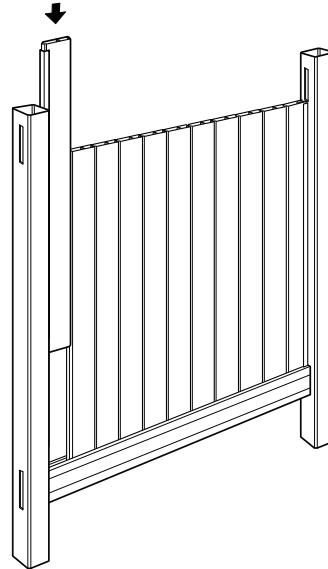

fig. 8
STEP 6 – Glissez le deuxième profilé en U sur le dernier piquet et centrez-le à la verticale. Installez le dernier piquet (fig. 8).